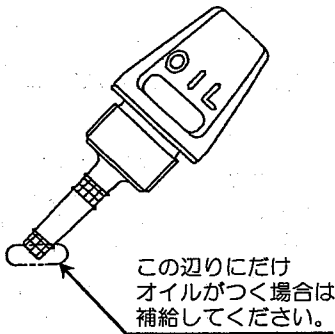
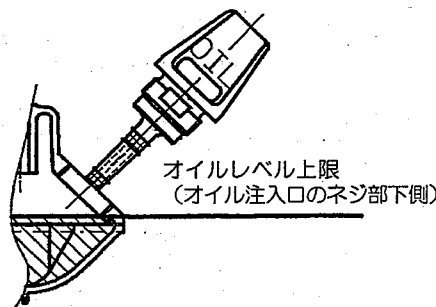

図1
図2
- エンジンを水平にし、オイルゲージをはずしゲージの上限・下限マークの範囲内までオイルがあるか点検してください。不足している場合（特に、オイルゲージをクランクケースに差し込んだ状態（ねじ込みしない）で、ゲージの先にはかオイルがつかない場合（図1））は、新しいオイルを図2の位置まで補給してください。
(1) エンジンを水平にし、オイルゲージをはずしてください。
(2) オイルを注入口の口元まで補給してください。（図2）